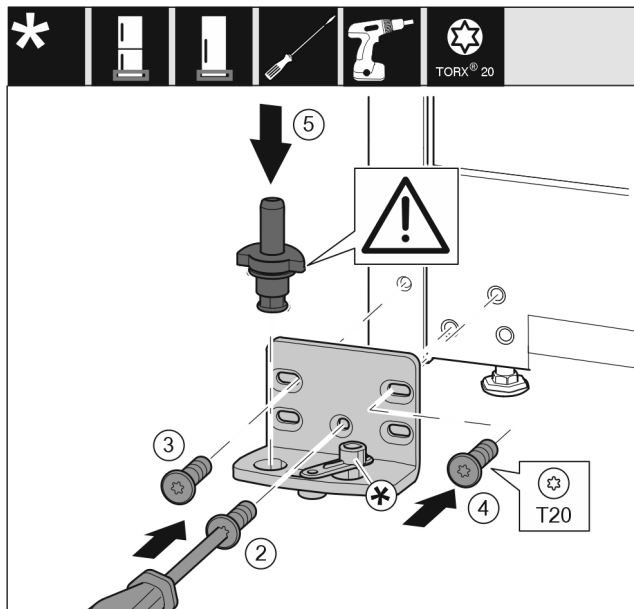

Fig. 16
- ▶ Helyezze fel a csapágybakot a másik oldalra, és húzza meg T20 csavarhúzóval. Alul középen a 2 számmal jelölt csavarral kezdjen. Fig. 16 (2)
- ▶ Húzza meg a 3 és 4 számmal jelölt csavart. Fig. 16 (3,4)
- ▶ Helyezze be teljesen a csapszeget. Közben ügyeljen arra, hogy a bekattanó bütyök hátrafelé mutasson. Fig. 16 (5)